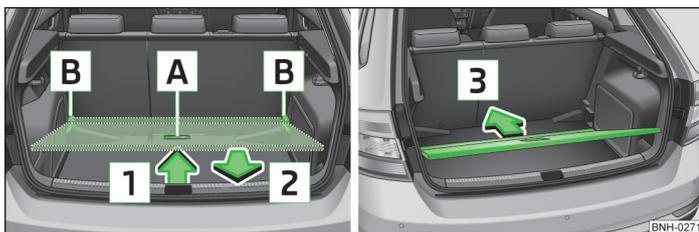

Fig. 71 Ajustar el suelo de carga variable en la posición inferior
- Agarrar el suelo de carga variable por el agarradero **A** » fig. 71.